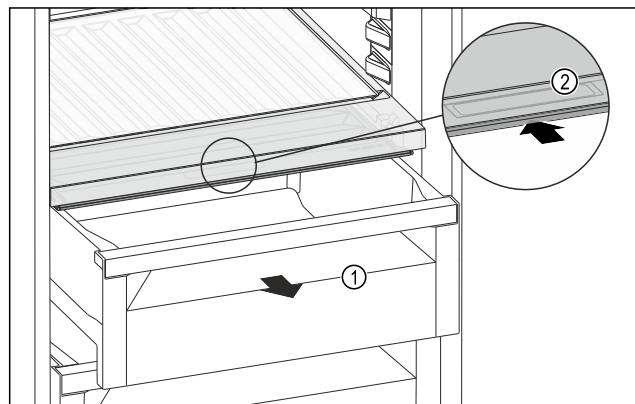

Fig. 108
- ▶ Izvlecite predal Fig. 108 (1).
- ▶ Primite prijemovalno vdolbino Fig. 108 (2) na pokrovu predala in pokrov predala istočasno potisnite nazaj.